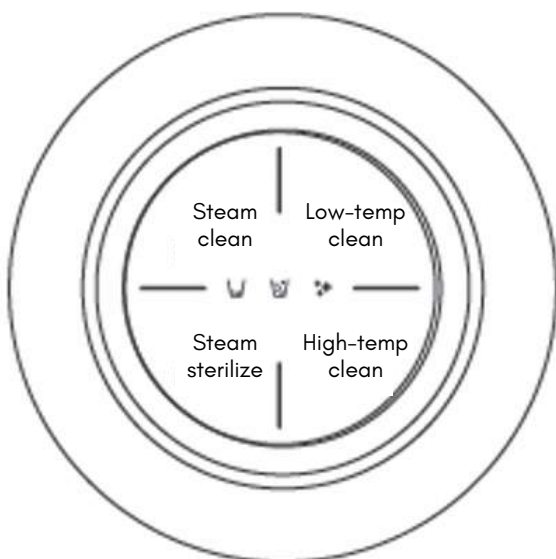

Fig. 8
6. Raak de overeenkomstige knop aan om de gewenste werkmodus te selecteren, waaronder de "Stoomreinigingsmodus", "Lage temperatuurreinigingsmodus", "Stoomsterilisatiemodus" en "Hoge temperatuurreinigingsmodus" (zie fig.8).